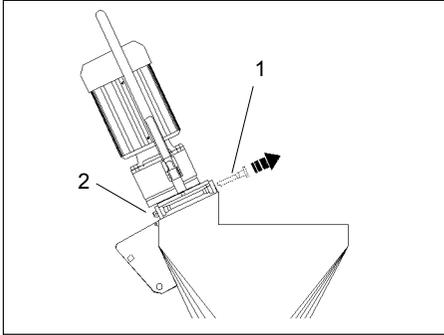

FIG.8 (Spina di sicurezza e perno gruppo motoriduttore)
- 4) Togliere la spina di sicurezza (**FIG.8-Rif.2**) dal perno della cerniera (**FIG.8-Rif.1**);